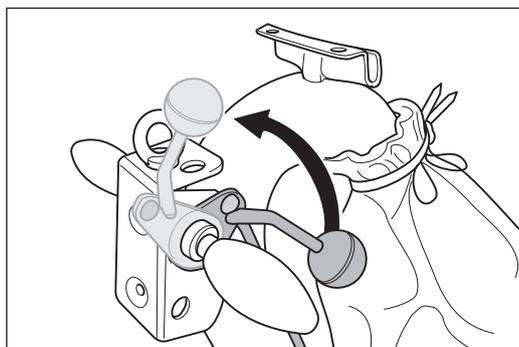

Abb. 8 Den Ablasshebel am Handgriff bis zum Anschlag nach oben ziehen. Dadurch wird die Schleifwalze vom Boden abgehoben.
1 Ziehen Sie den Ablasshebel am Handgriff bis zum Anschlag nach oben (Abb. 8). Dadurch wird die Schleifwalze vom Boden abgehoben.
- Vor dem Einschalten der Maschine **immer** die Schleifwalze vom Boden abheben (Abb. 8)!
- 1 Ziehen Sie den Ablasshebel am Handgriff bis zum Anschlag nach oben (Abb. 8)!
- 1 **Ziehen Sie den Ablasshebel am Handgriff bis zum Anschlag nach oben (Abb. 8)!**